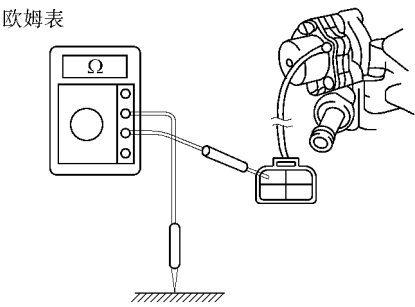

图 2-55 用电阻表测量化油器接插件的 OVCV 端子和车身接地的电阻
3) 脱开化油器的接插件，使用电阻表测量化油器接插件的 OVCV 端子和车身接地之间的电阻，如图 2-55 所示。